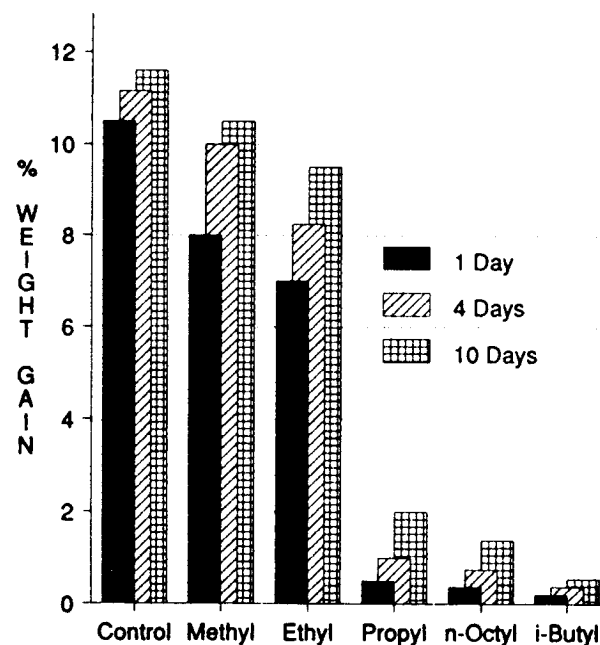

Fig 3.65 - Influence du type de groupe alkyl sur l'efficacité du pouvoir hydrofuge d'une silane.
- On trouve sur le marché **différentes sortes** de silanes formés de divers groupes alkyls liés par une molécule de silice. **Ces produits n'agissent pas tous de la même manière** (Fig 3.65)